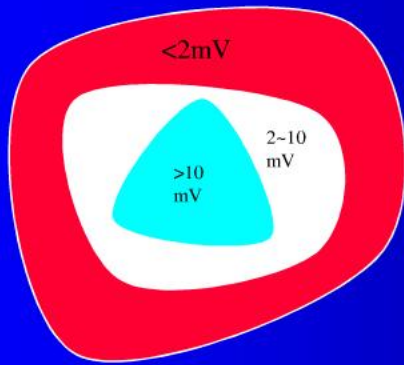
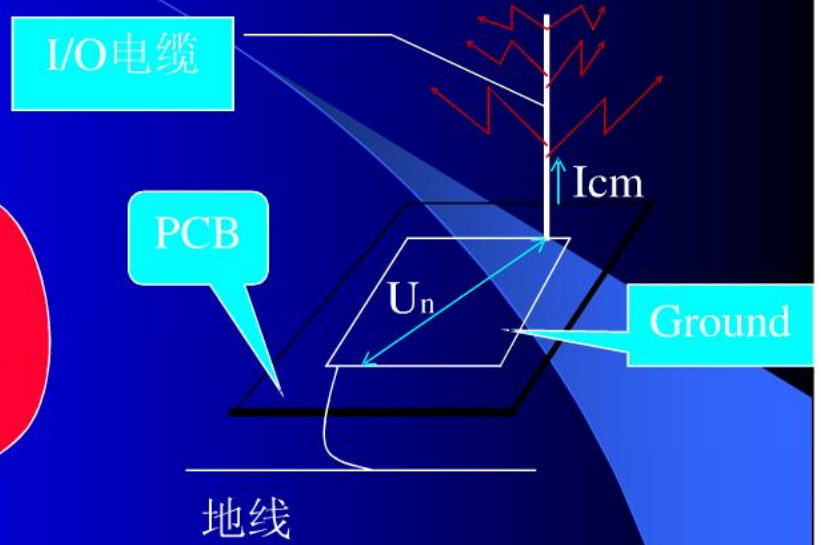

图1 地电位分布
图2 外接电缆的共模辐射
- 一 共模辐射：共模辐射是由于接地电路中存在电压降，某些部位具有高电位的共模电压（如图 1），当外接电缆与这些部位连接时，就会在共模电压激励下产生共模电流，成为辐射电场的天线，（如图 2）。